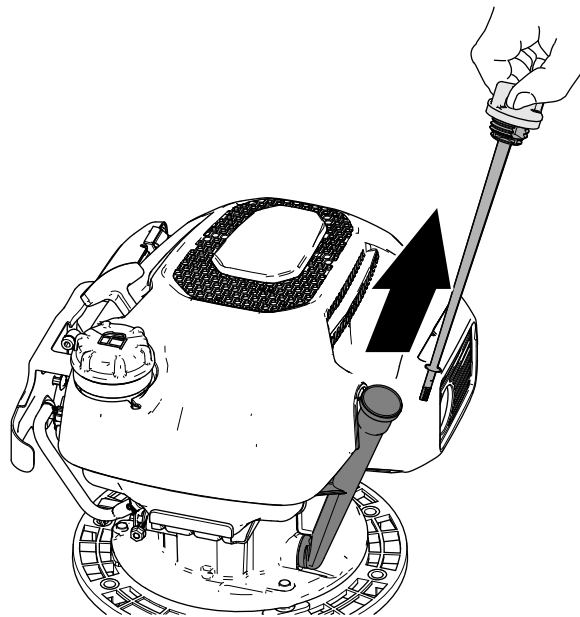

Bild 14
5. Befestigen Sie das Anschlussstück des Kabelzugs am oberen Holm (Bild 14) mit der Schraube ($\frac{1}{4}'' \times 1\frac{3}{4}''$) und der Sicherungsmutter ($\frac{1}{4}''$).
2. Entfernen Sie den Peilstab aus dem Öleinfüllstutzen und wischen Sie ihn mit einem sauberen Lappen ab (Bild 14).